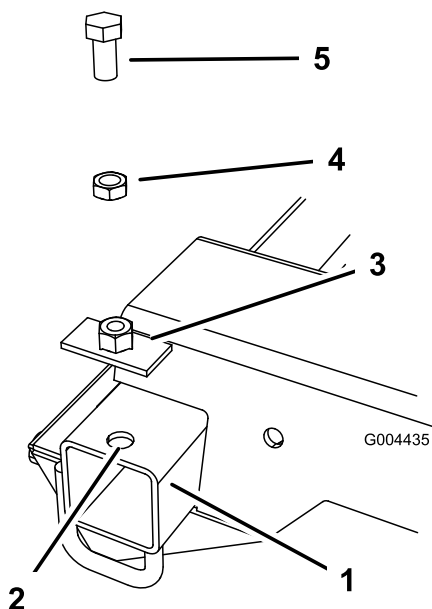

図3
1. 溶接プレートをフレームの端に合わせ **図3**、トランスファポンチを使って、プレートのセンターに印を打つ。
2. プレートをフレームから外し、ボックス型のフレームチューブポンチで印が打たれた場所に、ドリルでパイロット穴を開ける **図3**。穴の大きさを 13-15 mm に広げる。